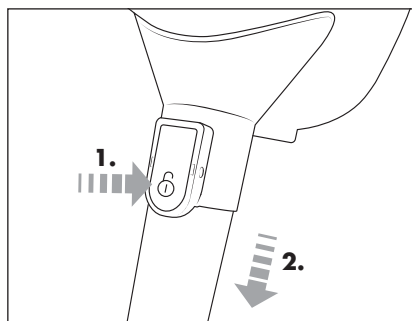

Fig. 6
- ◆ Para remover o tubo telescópico de aspiração **16** do aparelho, mantenha o botão de desbloqueio **17** pressionado. Puxe então o tubo telescópico de aspiração **16**, soltando-o da abertura de aspiração do aparelho (ver fig. 6).